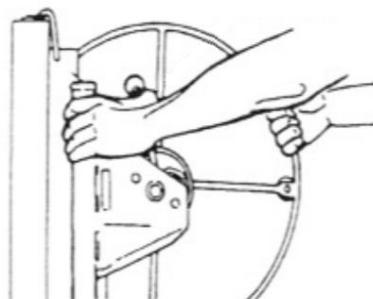

Abbildung 3
- Stellen Sie die Winde [10] in den Betriebsstand, indem Sie das Rad [16] und Spannhebel [18] festhalten (siehe Abbildung unten). Schieben Sie den Spannhebel völlig nach oben während Sie das Rad leicht nach vorne drehen. Halten Sie das Rad fest und blockieren Sie den Spannhebel mit dem Daumen, um ein Zurückspringen zu vermeiden (siehe Abb. 3).